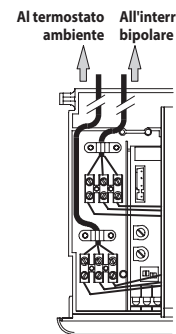

Figura 4.13
Il percorso del cavo o dei fili di alimentazione elettrica della caldaia devono seguire il percorso indicato ed essere bloccati come in Figura 4.13.
Il percorso del cavo o dei fili di alimentazione elettrica del termostato ambiente o delle valvole di zona devono seguire il percorso indicato ed essere bloccati come in Figura 4.13.
- Per settare il tempo di frequenza di riaccensione le spie di segnalazione 1 in Figura 3.1 devono essere visualizzate come in Figura 4.13 (legenda spie a pag. 1).